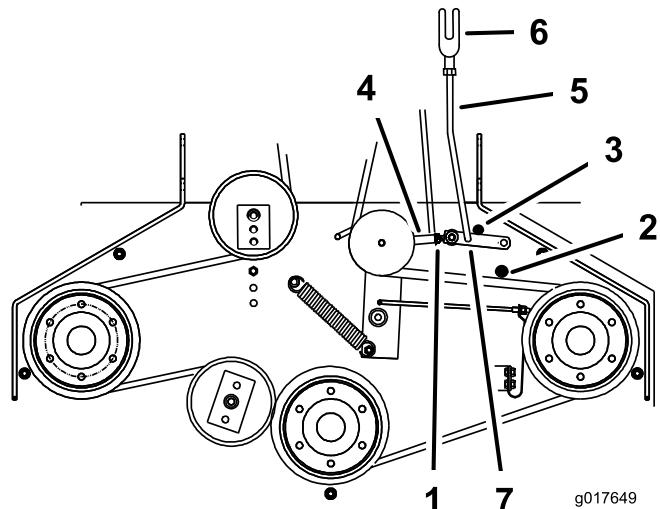

Figure 46
5. Vérifiez que le bras d'assistance est en appui contre la butée arrière sur le tablier (Figure 46).
7. Le bras d'assistance doit toucher la butée avant sur le tablier. Dans le cas contraire, réglez le levier coudé pour le rapprocher du gousset (Figure 46).
8. Pour ajuster la bielle du bras d'assistance, enlevez la goupille fendue du bras d'assistance (Figure 46).
11. Installez la bielle dans le bras d'assistance et fixez-la avec la goupille fendue (Figure 46).